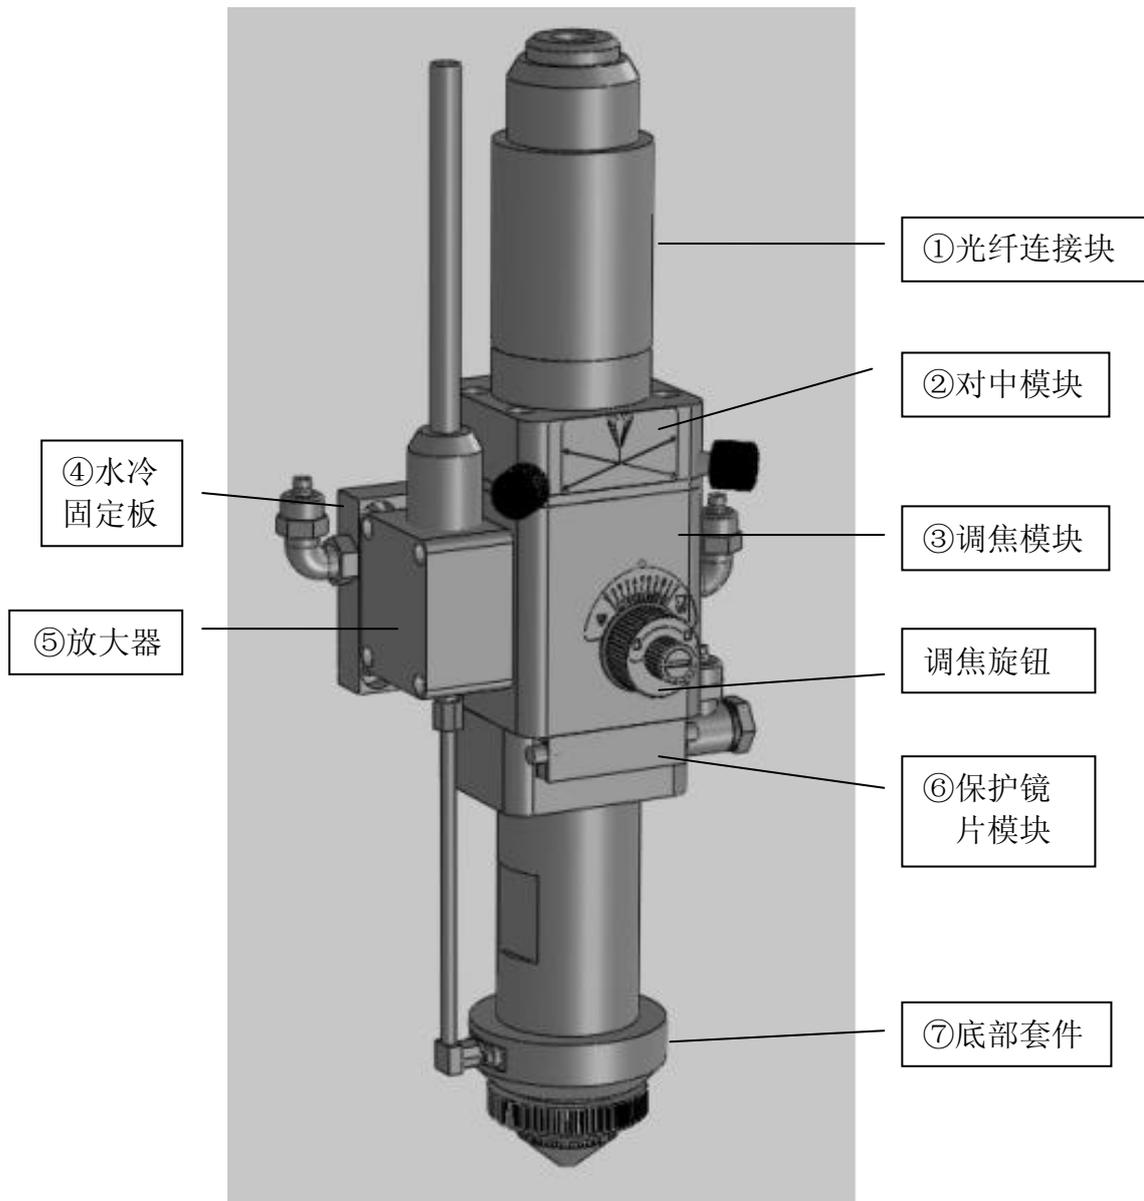

图 1
切割头由七大部件组成,以 QBH 为例,从上往下依次为:①光纤连接块、②对中模块、③调焦模块、④水冷固定板、⑤放大器、⑥保护镜片模块、⑦底部套件。如图 1